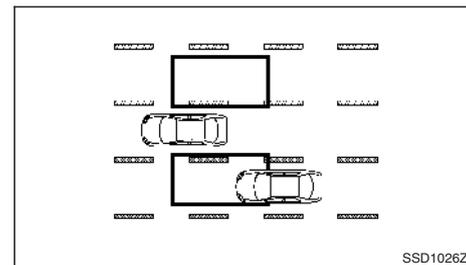

Ilustración 1
Ilustración 1: Si los sensores de radar detectan un vehículo dentro de la zona de detección, el indicador BSW ① situado junto a los retrovisores exteriores se enciende.